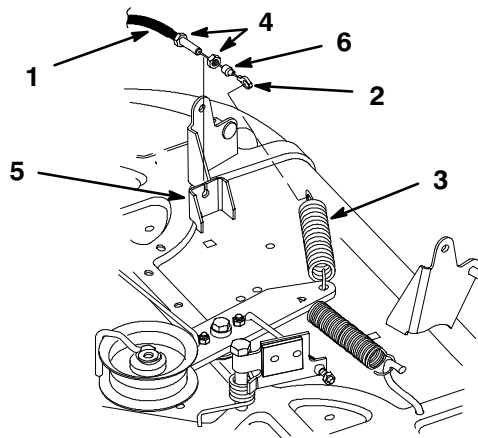

Figure 45
10. Enlevez la bague en caoutchouc et le premier contre-écrou. Vissez complètement le deuxième contre-écrou sur le câble de PdF. Passez le câble dans la fente du support du plateau, puis vissez le second contre-écrou sur le câble (Fig. 45).
11. Accrochez l'extrémité du câble de PdF au ressort de galet tendeur (Fig. 45).